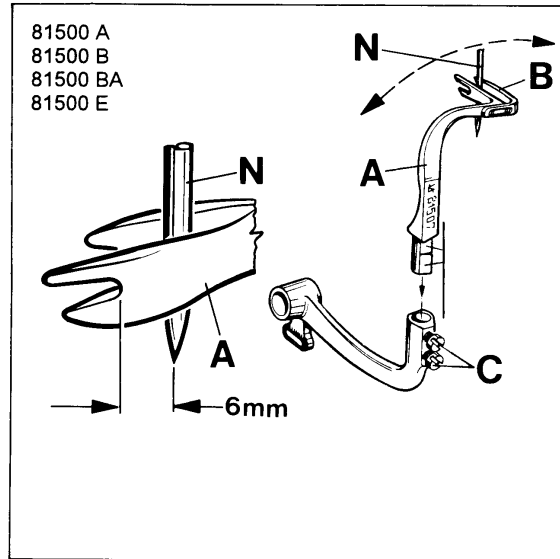

Fig. 11
Before inserting a new upper spreader (A, Fig. 11) remove thread hook (B). This facilitates the visual check of the adjustment.
For adjustment of spreader (A, Fig. 11) with respect to the needle (N), the shank of spreader (A) has two offset flats.
First snug one screw (C, Fig. 11) on the flat of the spreader shank with which the following position of the spreader is reached:
When rotating the handwheel in sewing direction, spreader (A, Fig. 11 A) should pass with its face (D) as close as possible to the front of needle (N), without contacting it. Now tighten the second screw (C, Fig. 11) firmly.
In the extreme left upper end position of spreader (A, Fig. 11) the distance between the bottom of the forked cut-out and the center of needle (N) should be 6 mm (15/64 in.)
Remount thread hook (B, Fig. 11) on spreader (A) and set it so that its tip passes close behind the needle without contacting it (see Fig. 11 A).
Bevor Sie einen neuen oberen Blindgreifer (A, Fig. 11) einsetzen entfernen Sie den Fadenhaken (B). Dies erleichtert die visuelle Prüfung der Einstellung.
Zum Einstellen des Blindgreifers (A, Fig. 11) im Bezug zur Nadel (N) hat der Schaft des Blindgreifers (A) zwei versetzte Befestigungsflächen.
Legen Sie zuerst eine Schraube (C, Fig. 11) auf der Fläche des Blindgreifers an, mit der Sie folgende Stellung des Blindgreifers erhalten:
Beim Drehen des Handrades in Nährichtung muß der Blindgreifer (A, Fig. 11 A) mit seiner Stirnfläche (D) dicht an der Vorderseite der Nadel (N) vorbeigehen, ohne diese zu berühren. Ziehen Sie nun die zweite Schraube (C, Fig. 11) gut an.
In der äußerst linken oberen Endstellung des Blindgreifers (A, Fig. 11) muß der Abstand zwischen der tiefsten Stelle des gabelförmigen Einschnittes und der Nadelmitte (N) 6 mm betragen.
Montieren Sie den Fadenhaken (B, Fig. 11) wieder an den Blindgreifer (A) und stellen Sie ihn so, daß seine Spitze dicht hinter der Nadel vorbeigeht, ohne diese zu berühren (siehe Fig. 11 A).
Preliminary mount the upper looper (A, Fig. 11 B) and the thread hook (B) to the looper shank (S) so that the distance (T) between upper looper and thread hook is as big as possible.
For adjustment of upper looper (A, Fig. 11 B) with respect to the needle (N) the looper shank (S) has two offset flats.
First snug one screw (C, Fig. 11 B) on the flat of looper shank (S) with which the following position of the upper looper is reached:
When rotating the handwheel in operating direction, upper looper (A, Fig. 11 C) should pass with its face (D) as close as possible to the front of needle (N), without contacting it. Now tighten the second screw (C, Fig. 11 B) firmly.
For precise adjustment of upper looper (A, Fig. 11 C) with respect to the needle (N) loosen screws (U) and set the upper looper (A) accordingly.
Simultaneously set the thread hook (B, Fig. 11 C) so that its tip passes close behind the needle (N) without contacting it. Retighten the two screws (U).
Montieren Sie den Obergreifer (A, Fig. 11 B) und den Fadenhaken (B) vorläufig so an den Greiferschaft (S), daß der Abstand (T) zwischen Obergreifer und Fadenhaken so groß wie möglich ist.
Zum Einstellen des Obergreifers (A, Fig. 11 B) im Bezug zur Nadel (N) hat der Greiferschaft (S) zwei versetzte Befestigungsflächen.
Legen Sie zuerst eine Schraube (C, Fig. 11 B) auf der Fläche des Greiferschaftes (S) an mit der Sie folgende Stellung des Obergreifers erhalten:
Beim Drehen des Handrades in Nährichtung muß der Obergreifer (A, Fig. 11 C) mit seiner Stirnfläche (D) dicht an der Vorderseite der Nadel (N) vorbeigehen, ohne diese zu berühren. Ziehen Sie nun die zweite Schraube (C, Fig. 11 B) fest.
Zur Feineinstellung des Obergreifers (A, Fig. 11 C) im Bezug zur Nadel (N) lösen Sie die Schrauben (U) und stellen den Obergreifer (A) entsprechend.
Stellen Sie gleichzeitig den Fadenhaken (B, Fig. 11 C) so, daß seine Spitze dicht hinter der Nadel (N) vorbeigeht, ohne diese zu berühren. Ziehen Sie die zwei Schrauben (U) wieder an.
In the extreme left upper end position of upper looper (A, Fig. 11 B), the distance between the left edge of looper eye and the center of needle (N) should be 6 mm (15/64 in.)
In der äußerst linken oberen Endstellung des Obergreifers (A, Fig. 11 B) muß der Abstand zwischen der linken Kante des Greiferöhrrs und der Nadelmittle (N) 6 mm betragen.